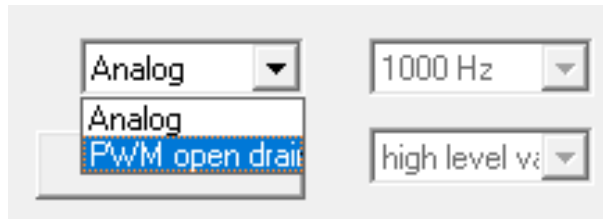

图 4.2.13
- 2、确认好输出参数设置后点击下方的 Analog 下拉菜单，选择 PWM 模式输出（图 4.2.13），此时 PWM 选项对应的频率及极性选择下拉菜单会被激活，可以选择需要的 PWM 输出频率及极性，当前设置为 PWM 输出频率为 1000Hz，输出极性为 High level valid。